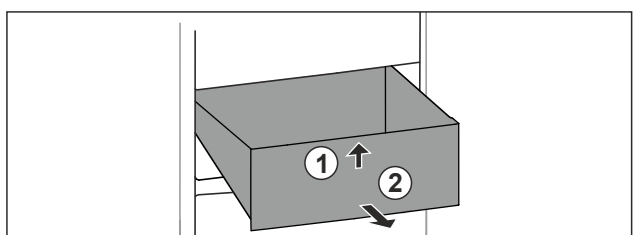

Fig. 93
- Ngrini lart sirtarin në pjesën përpara. Fig. 93 (1)
- Hiqeni sirtarin nga përpara. Fig. 93 (2)